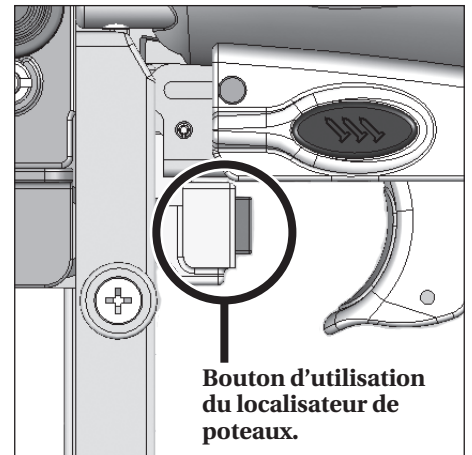

Figure 22
2. S'il n'est pas encore installé, mettre l'embout anti-marques sur la pointe de contact (PC).
5. Presser à peine l'embout contre le mur où il n'y a pas de poteau près de l'endroit. Enfoncer le bouton d'utilisation du localisateur de poteaux et tenir (voir la Figure 22). La « plaque » du localisateur de poteaux doit être à plat contre le mur.